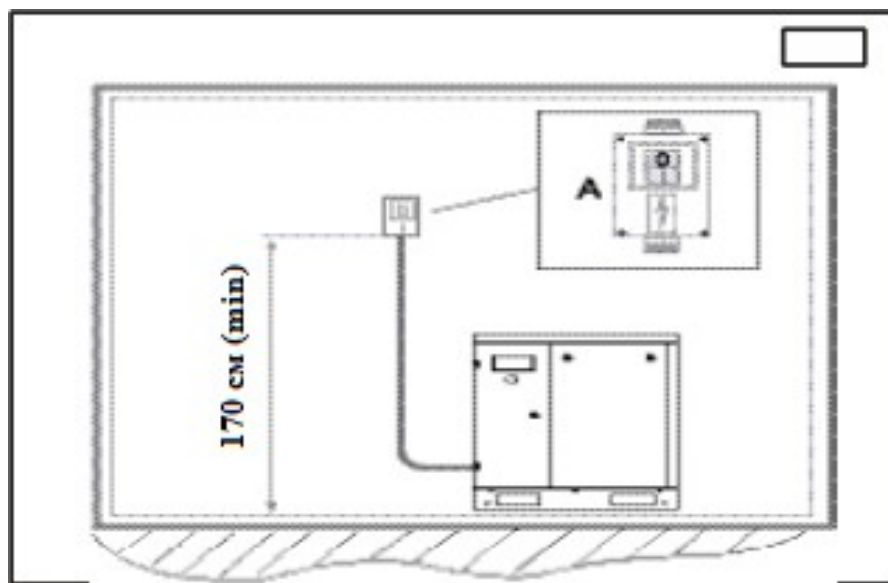

Рис. 4 Расположение автоматического выключателя.
- Для удобства обслуживания и обеспечения вентиляции свободное пространство вокруг компрессора должно быть не менее 900 мм (рис. 4).
Примечание: между силовым шкафом и компрессором должен быть установлен автоматический выключатель с предохранителем (рис. 4).